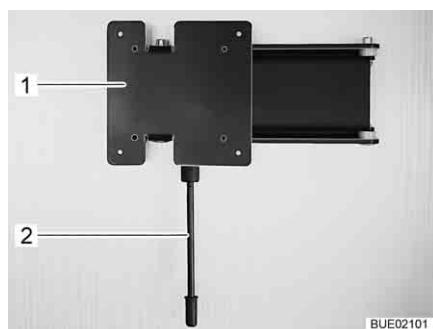

Fig. 98 Supporto a parete
- Tirare verso il basso la leva di sbloccaggio (Fig. 98,1) e ruotare il supporto (Fig. 98,2) con lo schermo piatto nella posizione desiderata.